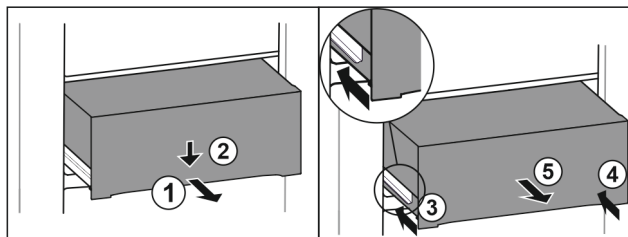

Fig. 140
- Tirer le tiroir jusqu'à mi-chemin. Fig. 140 (1)
- Appuyer sur l'avant du tiroir vers le bas. Fig. 140 (2)
- Insérer le rail gauche d'env. 2 cm (13/16 in). Fig. 140 (3)
- Insérer le rail droit d'env. 2 cm (13/16 in). Fig. 140 (4)
- Retirer le tiroir par l'avant. Fig. 140 (5)